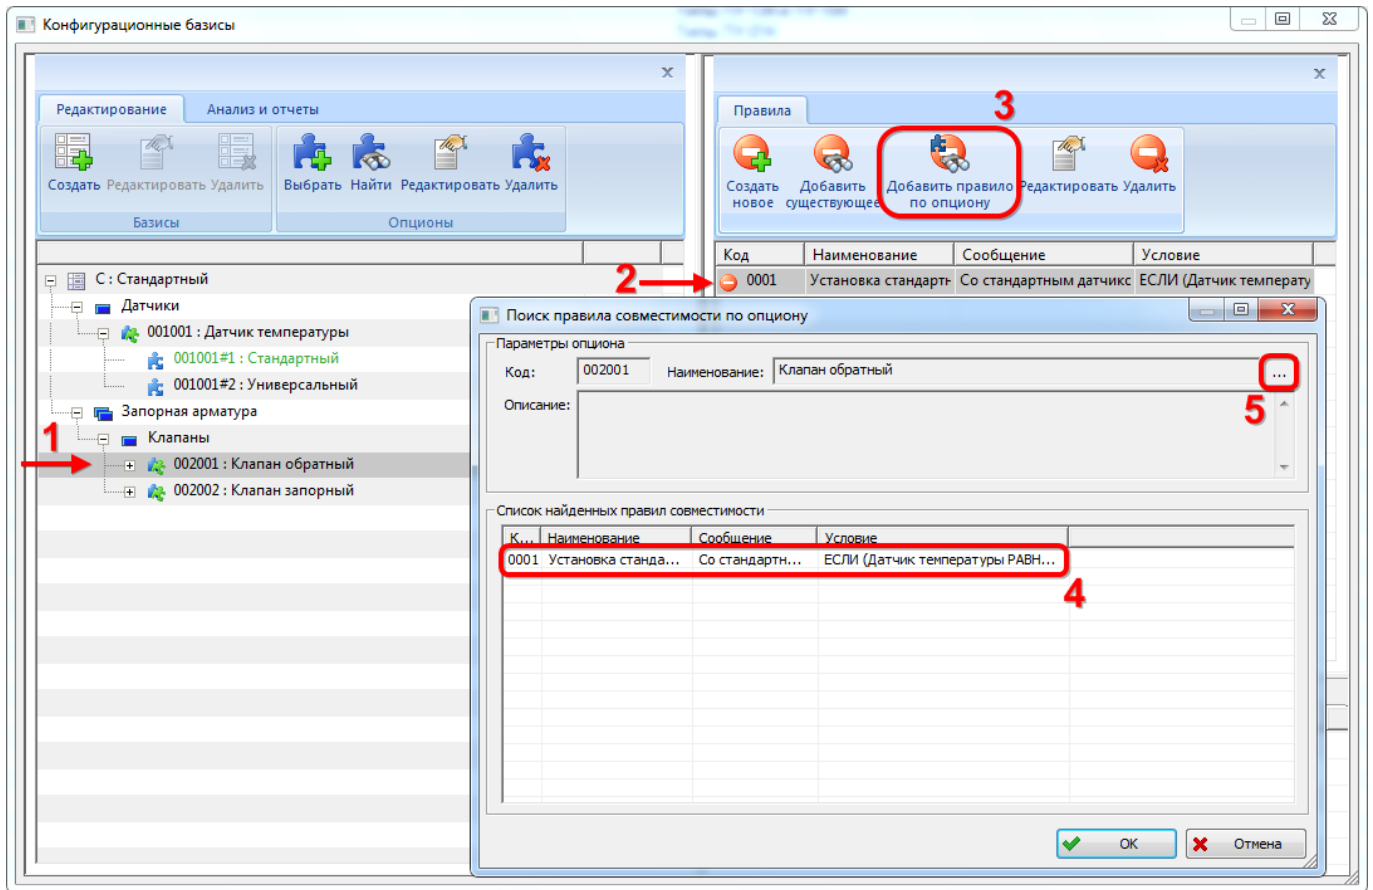

Рис. 10-190 – Поиск правила совместимости по опциону
- 6) Если выбранное правило уже имеется в конфигурационном базисе, то выводится сообщение об ошибке (рис. 10-190).